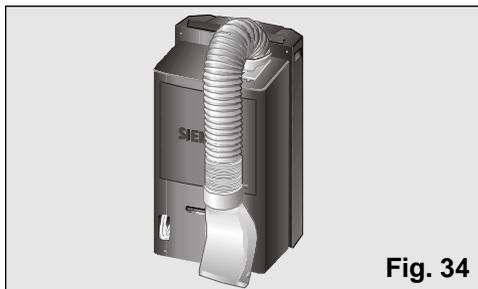

Fig. 34
- ❑ Para ello doblar el tubo hacia la parte trasera del equipo y sujetarlo por el enganche difusor, Fig. 34 y 35.